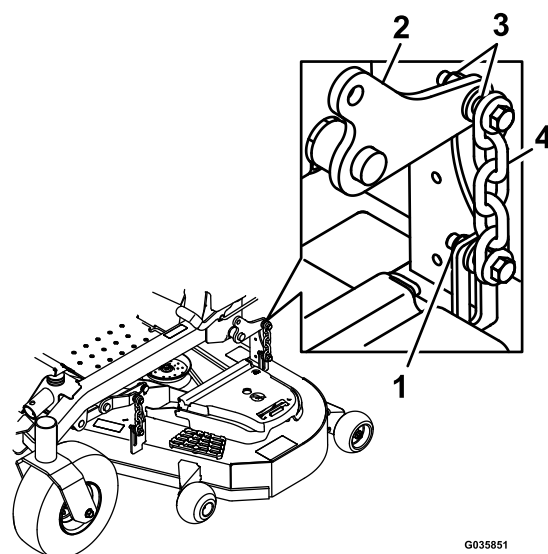

Figura 98
14. Afloje las contratuercas (Figura 98) en las cuatro esquinas y asegúrese de que la carcasa de corte quede bien asentada sobre los cuatro bloques.